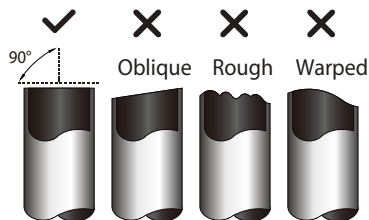

Fig. 47 – Coupe des tuyaux
- a. Coupez le tuyau à 90 degrés (voir fig. 47) au moyen d'un coupe-tube.